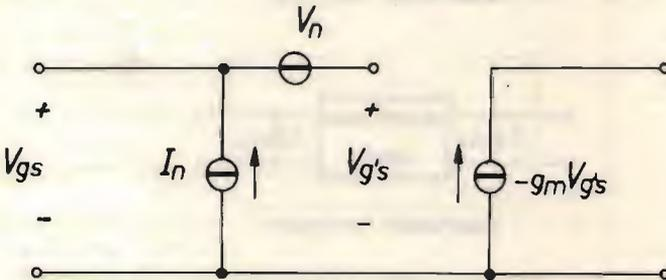

figura 6
dove  $g_m$  è la transconduttanza del fet. Il rumore di tale dispositivo può dunque essere rappresentato con il circuito equivalente, molto semplificato ma eccellente, illustrato in figura 6. Non sempre, purtroppo, il rumore dei fet ha il buon gusto di seguire la legge di van der Ziel, a causa di effetti  $1/f$  e di altro tipo. Tuttavia esistono ottimi dispositivi che, polarizzati con  $I_{DS} = 10$  mA, hanno valori di  $g_m \sim 10$  mA/V e rumore di tensione di 1 nV nella banda di 1 Hz, in ottimo accordo con la (7), nella regione delle frequenze audio al di sopra di 100 Hz.